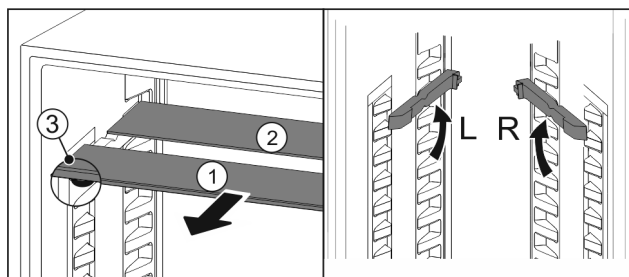

Fig. 127
- Skleněné desky jednotlivě vytáhněte dopředu Fig. 127 (1).
- Skleněná deska Fig. 127 (1) s ozdobnou lištou leží vpředu.
- Zářky Fig. 127 (3) směřují dolů.